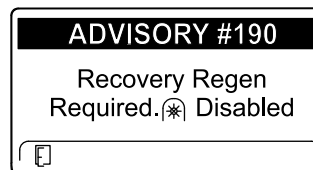

Рисунок 58
- Требуется восстановительная регенерация — вал отбора мощности выключен, ИНФОРМАЦИОННОЕ СООБЩЕНИЕ № 190 (Рисунок 58)